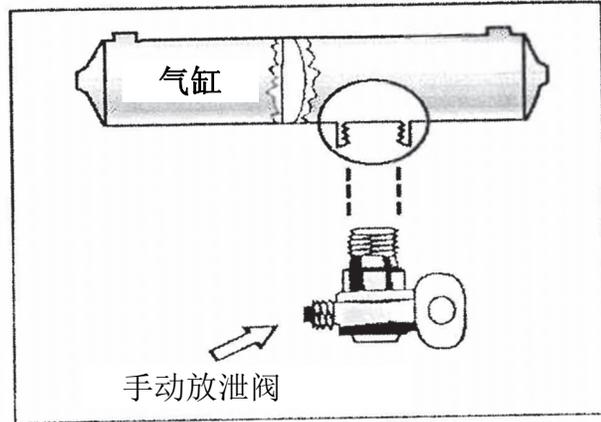

图 5.1
- 执行手动操作，旋转四分之一圈或拉动线缆。每天驾驶结束后，您都必须自行排空气缸。请参见图 5.1。